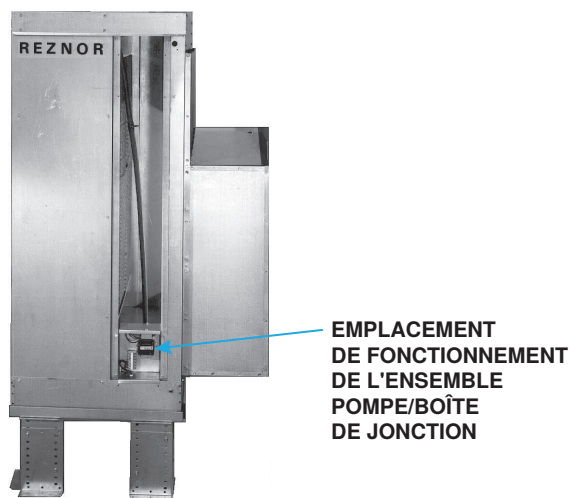

Figure 9. Ensemble pompe/boîte de jonction
2. Installez l'ensemble pompe/boîte de jonction dans son emplacement d'opération (voir **Figure 9**) et fixez-le à l'aide des vis existantes.